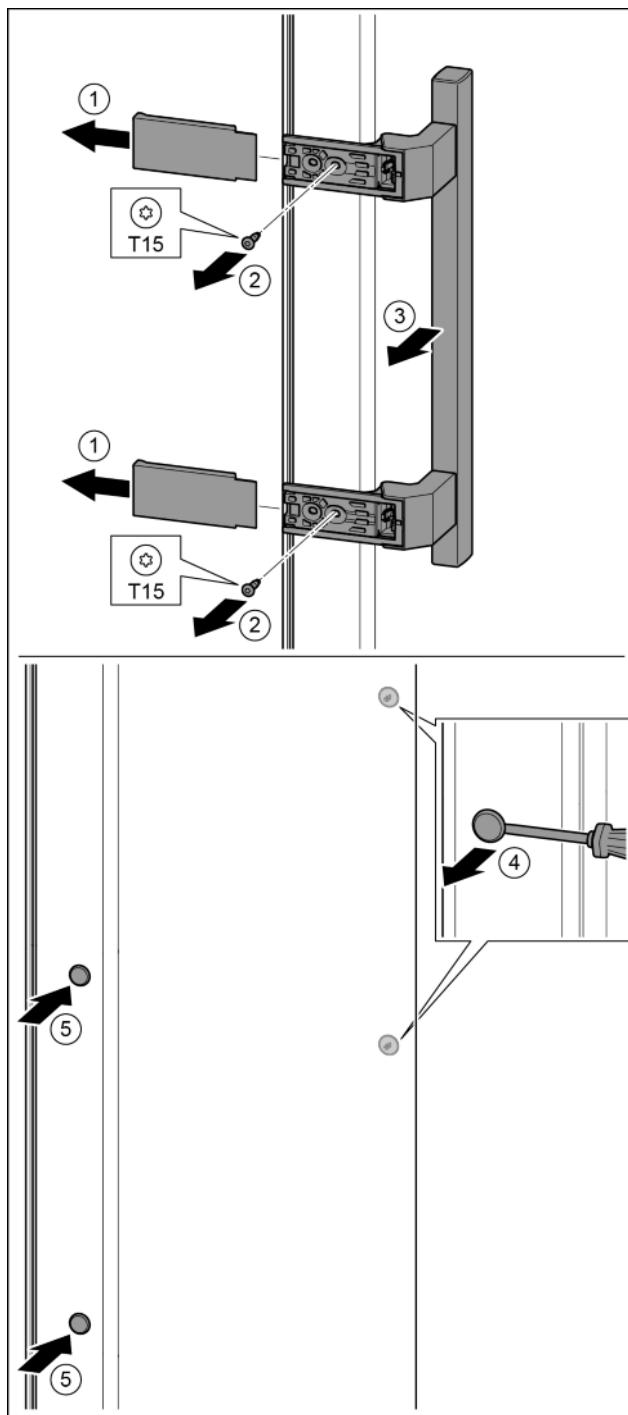

Fig. 17
- Снять крышку. *Fig. 17 (1)*
- Выкрутить винты отверткой T15. *Fig. 17 (2)*
- Снять ручку. *Fig. 17 (3)*
- Осторожно приподнять шлицевой отверткой боковые заглушки и вынуть их. *Fig. 17 (4)*
- Заглушки снова вставить с другой стороны. *Fig. 17 (5)*